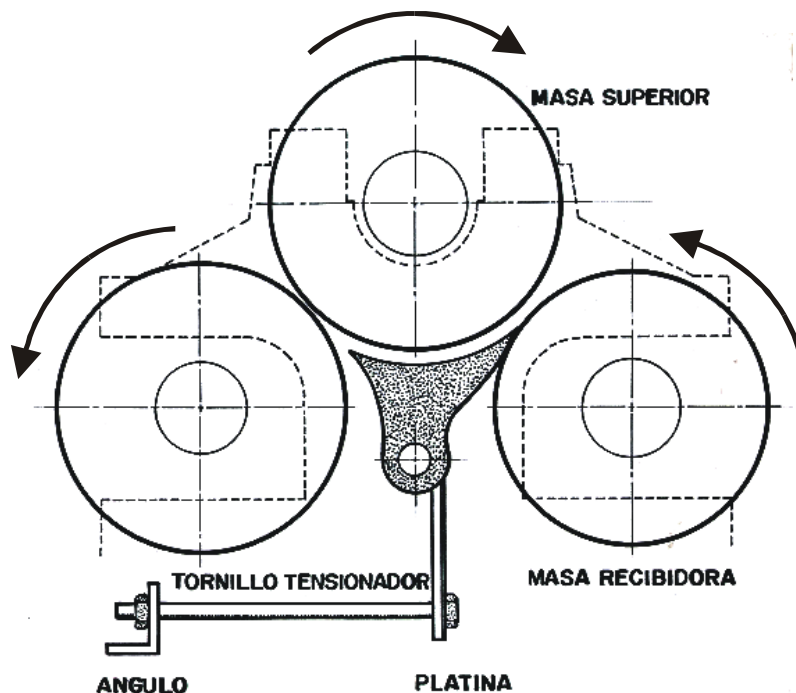

Figura 5. Posición adecuada del tornabagazo y sus partes.
- . Nota: Si ajusta demasiado la tuerca del tornillo tornabagazo puede ocasionar la rotura del mismo o doblamiento del eje tornabagazo. Ver figura 5.
- Verificar el ajuste del tornillo tornabagazo teniendo en cuenta las indicaciones adecuadas según la figura 5.
- Hacer pruebas con caña de azúcar (iniciando con baja cantidad) para confirmar que el molino se encuentra bien ajustado y verificar la adecuada abertura de las masas . Ver figura 5.
- Hacer revisiones periódicas de las latas raspadoras y su tensión adecuada. Ver figura 5.